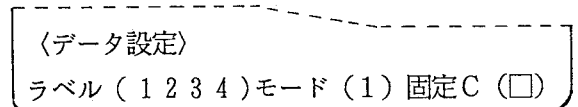

図2-23 CRT画面 (1)
- ① MDI画面を選択する。
- ② 加工を行ないたいプログラムをMDI面に呼び出す。
i) ラベル () にプログラム番号1234を設定する。(図2-23参照)